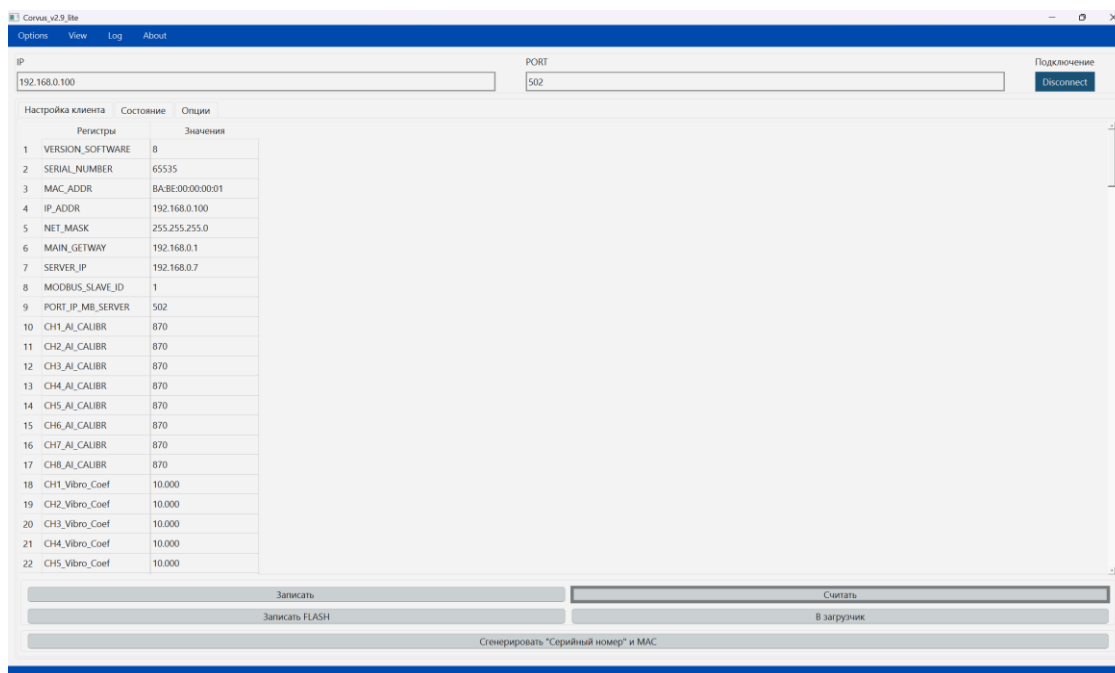

Рисунок 6 – Чтение текущих сетевых настроек
6. Нажать кнопку «Считать», в результате во вкладке «Настройки клиента», должны появиться данные в колонке «Значения» (Рисунок 6).